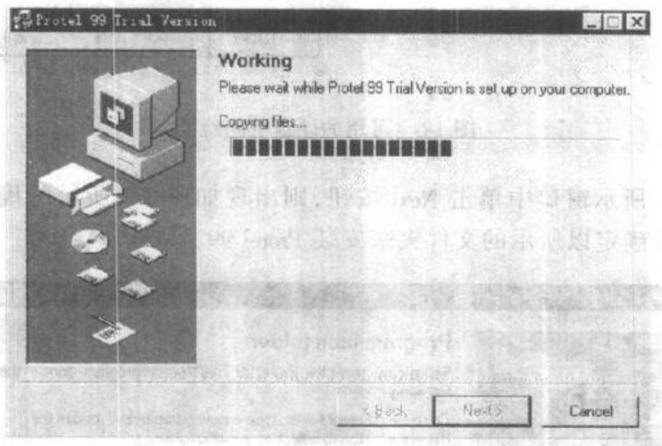

图 1-9 文件复制
(9) 此时,安装就正式开始了,首先进行的是复制文件过程,如图 1-9 所示。